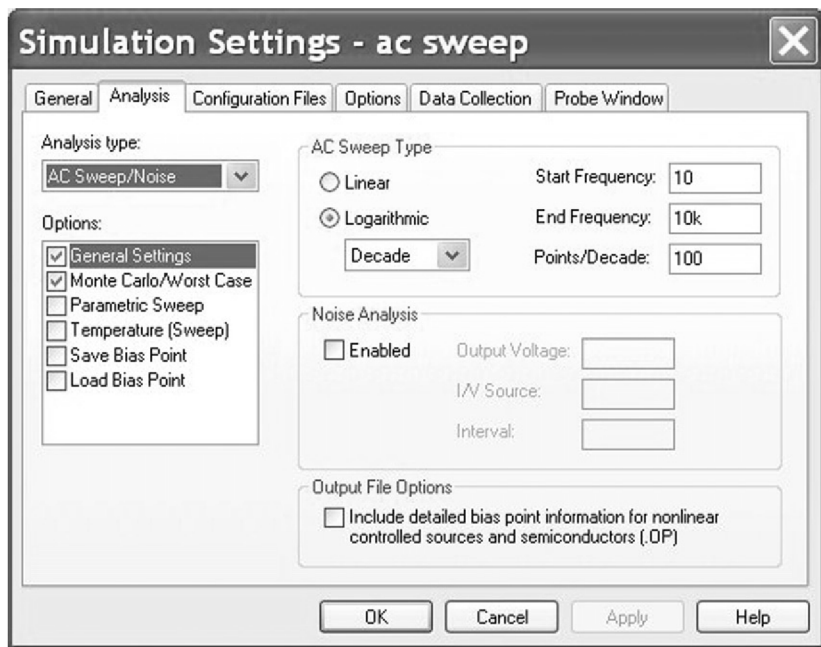

图 11.7 交流分析设置
5. 如图 11.7 所示，对电路进行交流分析设置，起始频率为 10Hz，截止频率为 10kHz，对数扫描方式，每 10 倍频 100 点。然后单击 Apply 按钮对仿真设置进行确定，切记不要退出仿真设置。